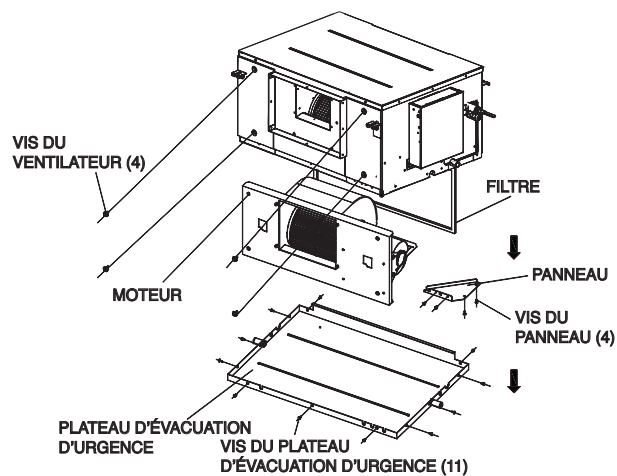

Figure 17 — Retrait du plateau d'évacuation d'urgence et du panneau avant (appareils 024-036)
1. Débranchez la connexion du bac d'évacuation d'urgence. Retirez les vis qui maintiennent en place l'évacuation d'urgence, de la manière illustrée à la fig. 17.
2. Retirez les vis qui maintiennent en place le panneau renforcé, de la manière illustrée à la fig. 17.
4. L'ensemble moteur-ventilateur est installé sur le panneau avant. Retirez les vis du panneau avant de la manière illustrée à la fig. 17.